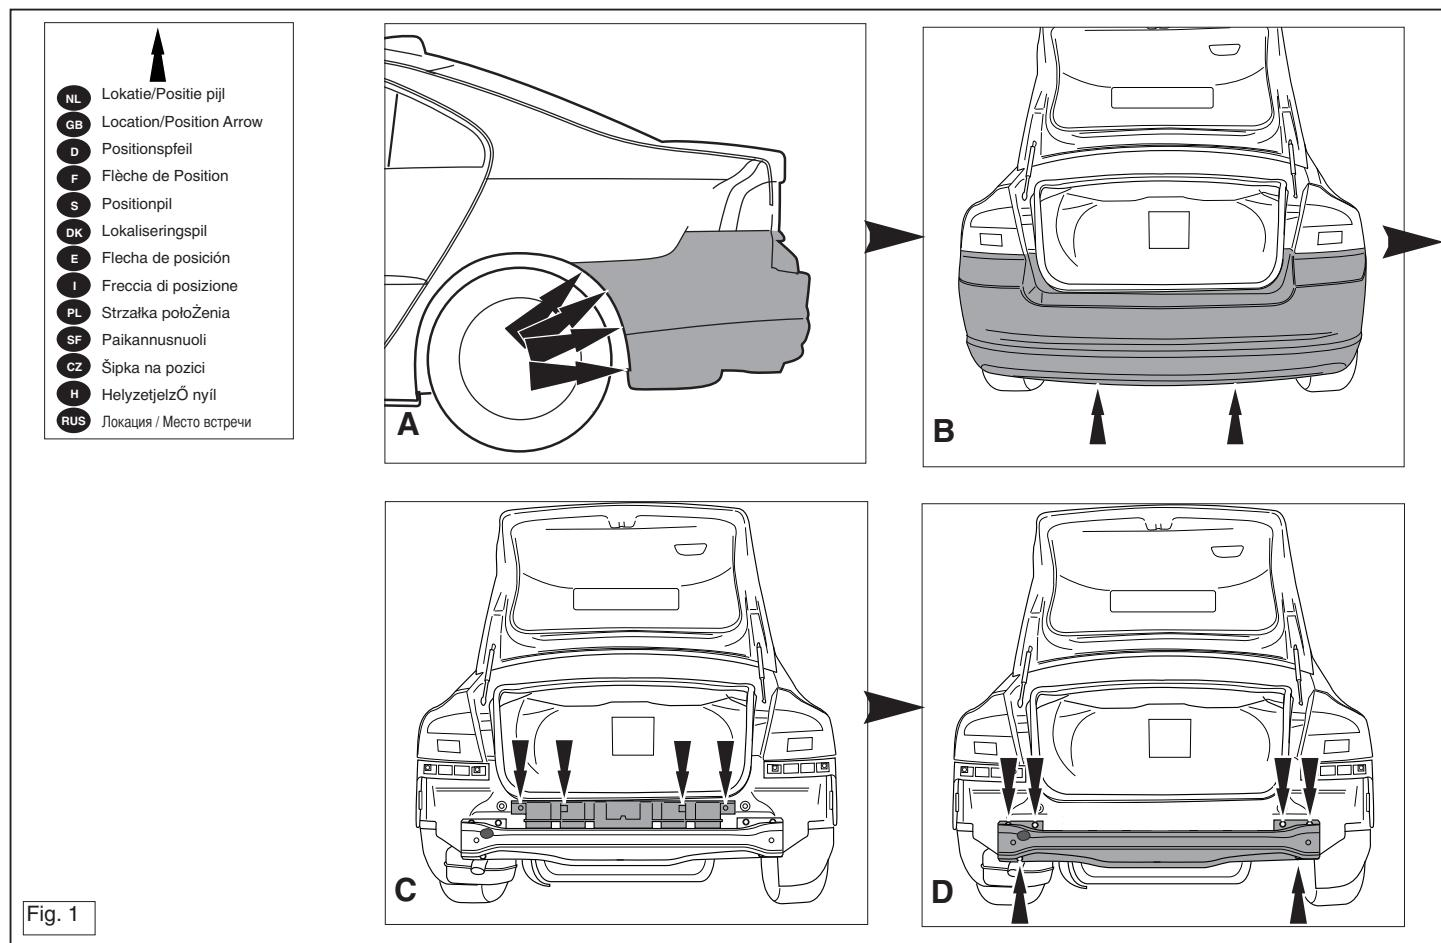

Fig. 1
- * Fahrzeug abmontieren. Siehe Abbildung 1.
1. Demontera kofangeren, inklusive köretøjets stålstødbjælke. Se fig. 1.
1. Снять бампер вместе со стальным буферным бруском автомобиля. (См. рисунок 1).